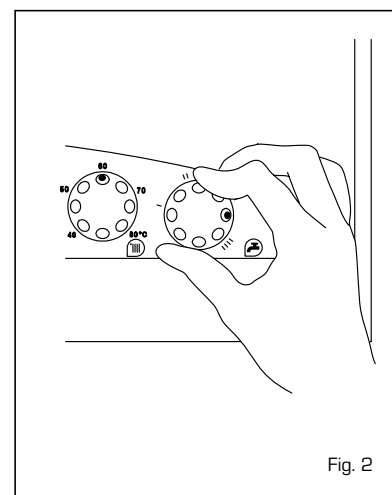

Fig. 2
- A regulação da temperatura da água sanitária efectua-se através do manípulo do potenciômetro sanitário (☺) com campo de regulação de 40 a 60°C (fig. 2).
- A regulação da temperatura de aquecimento efectua-se através do manípulo do potenciômetro aquecimento (☹) com campo de regulação de 40 a 80°C. Para garantir um rendimento sempre óptimo da caldeira aconselha-se a não seleccionar abaixo de uma temperatura mínima de trabalho de 50°C (fig. 2).